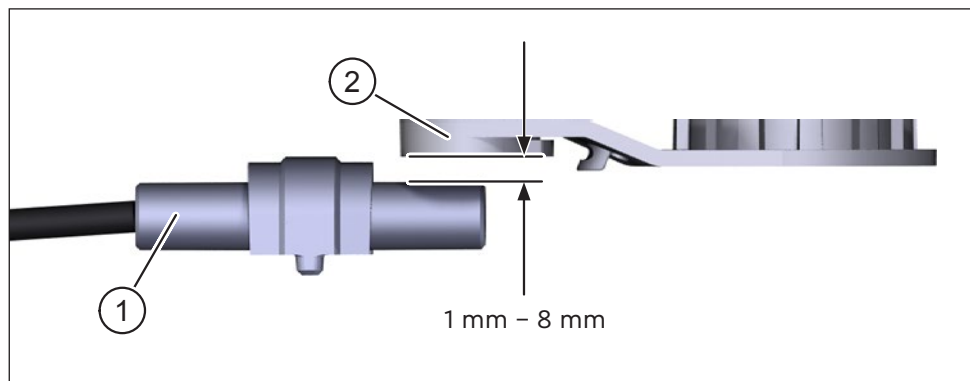

Fig. 2: Montage – Afstand tussen snelheidssensor en magneet
De snelheid van de e-bike wordt gemeten met behulp van een magneet (item 2 in Fig. 2) die pulsen activeert op de snelheidssensor (item 1 in Fig. 2). De snelheidssensor en de magneet worden bij de fabrikant gemonteerd met een afstand tussen 1 mm en 8 mm (zie Fig. 2) in de buurt van het achterwiel.